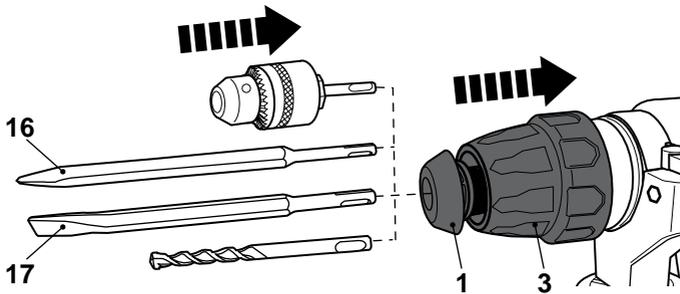

Fig. 1
- > Insérer à fond le foret ou le burin SDS dans le mandrin [1] (Fig. 1).